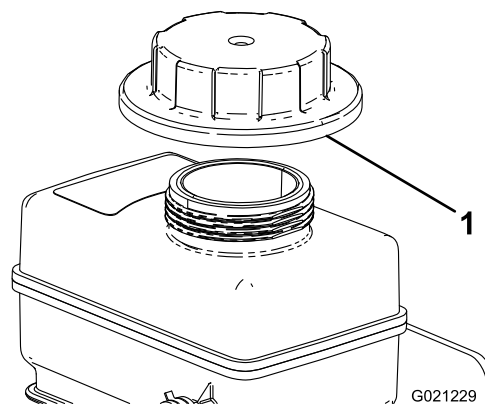

Bild 78
4. Nehmen Sie den Deckel vom Kühlmittel-Überlaufbehälter ab (Bild 78).
8. Füllen Sie den Kühlmittel-Überlaufbehälter langsam, bis der Stand an der Unterkante des Füllstutzens liegt (Bild 78).
9. Schrauben Sie den Deckel auf den Kühlmittel-Überlaufbehälter auf (Bild 78).